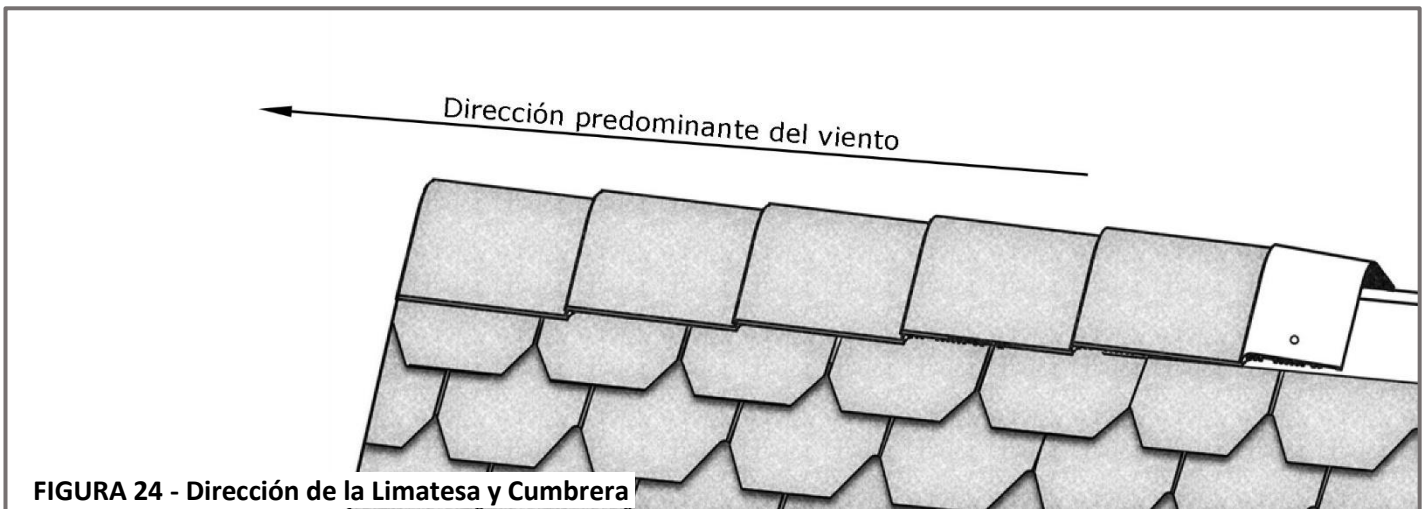

FIGURA 24 - Dirección de la Limatesa y Cumbre
- Instale las Tejas para Limatesa y Cumbre con una exposición de **7 3/4" (197mm)**. En la cumbre, comience las Tejas para Limatesa y Cumbre desde la dirección opuesta a los vientos predominantes. Vea la **Figura 24**. Comience las limatesas en la parte inferior de la limatesa. Para obtener más detalles de instalación sobre las Tejas para Limatesa y Cumbre de F-WAVE, visite fwaverroofing.com/resources.